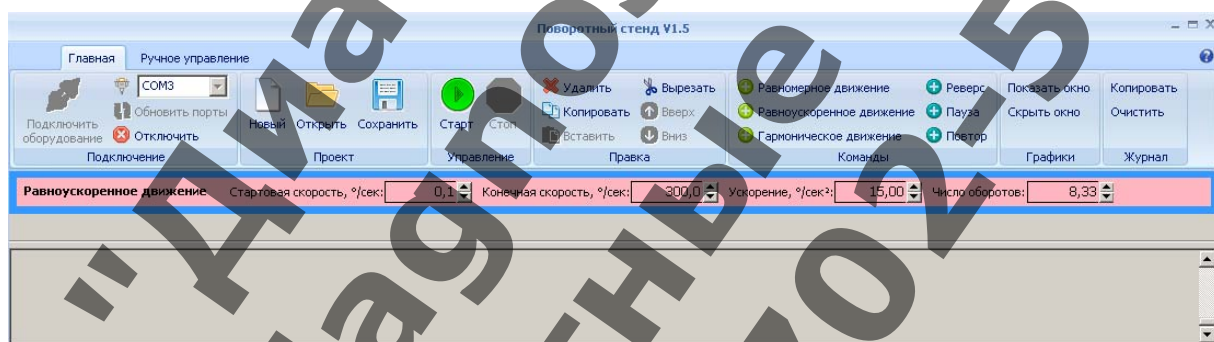

Рисунок 10.
2.3.11 Выбрать команду «Равноускоренное движение» (рисунок 10).